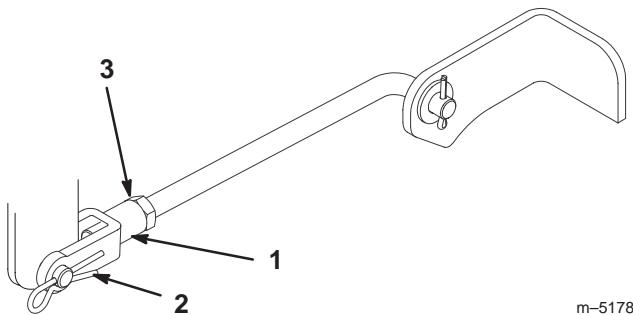

Bild 43
- Entfernen Sie zum Einstellen der Schnittmesserneigung in Längsrichtung den Splint von den vorderen Drehzapfenjochs und lockern Sie die Klemmmuttern (Bild 43).
- Drehen Sie zum Verändern der Einstellung die Jochs an den Stangen (Bild 43). Ziehen Sie zum Anheben der Vorderseite des Mähwerks die Jochs fest (Verkürzen der Stangen). Lockern Sie zum Absenken der Vorderseite des Mähwerks die Jochs (Verlängern der Stangen).